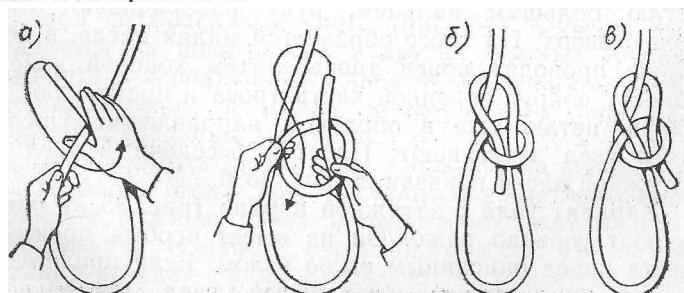

Рис. 35. Беседочные узлы.
*Беседочный узел.* Беседочный узел часто вяжут на швартовых тросах. Петля узла очень надежная, она не затягивается. Выполнение показано на рис. 35, а. Ходовой конец перекрещивают с коренной частью троса, получая петлю. Правую руку поворачивают ладонью вниз. Большой палец вводят в петлю, а остальные — накладывают на перекрестие. Придерживая петлю большим пальцем, руку поворачивают ладонью вверх. На тросе образуется малая петля, в которую проводят конец троса. Затем ходовой конец обносят вокруг коренной части троса и пропускают а малую петлю уже в обратном направлении. После этого узел затягивают. Простой беседочный узел с затяжкой влево показан на рис. 35, б.
Вариант узла с затяжкой вправо (рис. 35, в) применяют гораздо реже. Он не имеет особых преимуществ перед описанным выше узлом. Если предполагается использовать беседочный узел длительное